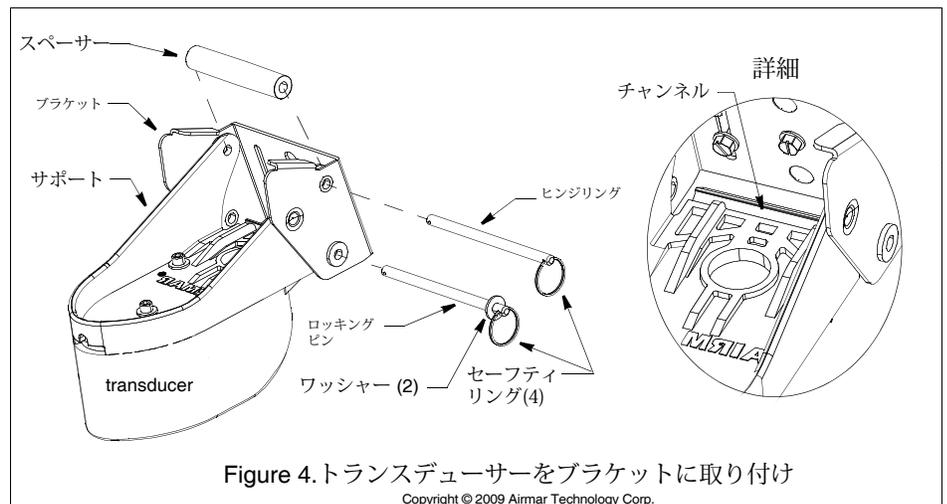
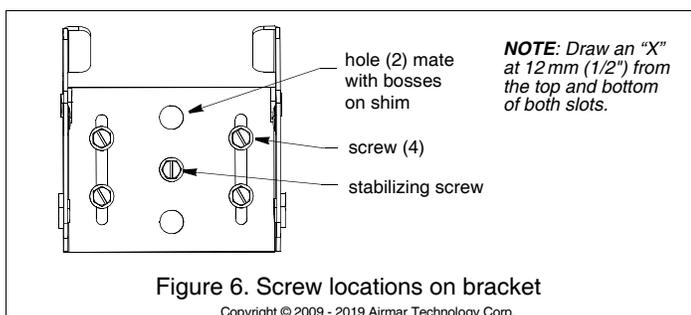

Figure 4. トランスデューサーをブラケットに取り付け
Figure 6. Screw locations on bracket
3. 各ピン的一方の端に安全リングを取り付けます (図4)。
2. ロッキングピンとヒンジピンを取り外して、トランスデューサーアセンブリをブラケットから取り外します (図4)。シムが付いたブラケットを、マークされた位置でトランスデューサーに対して所定の位置に保持します。各スロットの上下から12mm (1/2") の位置に「X」を描きます (図6)。
1. トランサムへの水の浸入を防ぐために、4つの六角ワッシャーヘッドネジのネジ山にマリンシーラントを塗布します。シムが所定の位置にあることを確認し、ソケットレンチを使用してブラケットを船体にねじ込みます (図4)。この時点ではネジを締めないでください。
5. ブラケットスロットの垂直調整スペースを使用して、トランスデューサーの突起の内側の底部が船体の底から0~3mm (0~1/8") になるまでアセンブリを上下にスライドさせます (図1)。トランスデューサーの位置に満足したら、4本のブラケットネジを締めます。ネジに明確にアクセスするには、ブラケットからトランスデューサーアセンブリを取り外します (図4)。
1. 残りの六角ワッシャーヘッドネジを使用して、ブラケットが所定の位置から外れないようにします。ブラケットの中央の穴、シム、および船体に安定化ネジの穴を開けます (図6)。
3. ソケットレンチで固定ネジを所定の位置に固定します。ネジに簡単に手が届くように、トランスデューサーアセンブリをブラケットから取り外します (図4)。変換器を再度取り付けるときは、必ずスペーサーを含めてください。